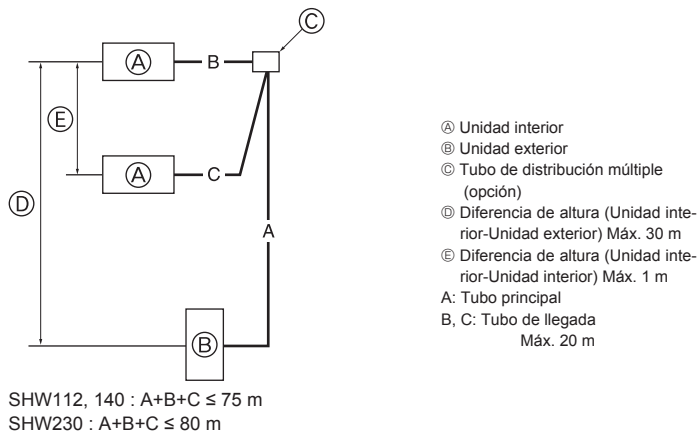

Fig. 4-9
4.7. Para combinación doble/triple/cuádruple (Fig. 4-9) (solo para aires acondicionados)